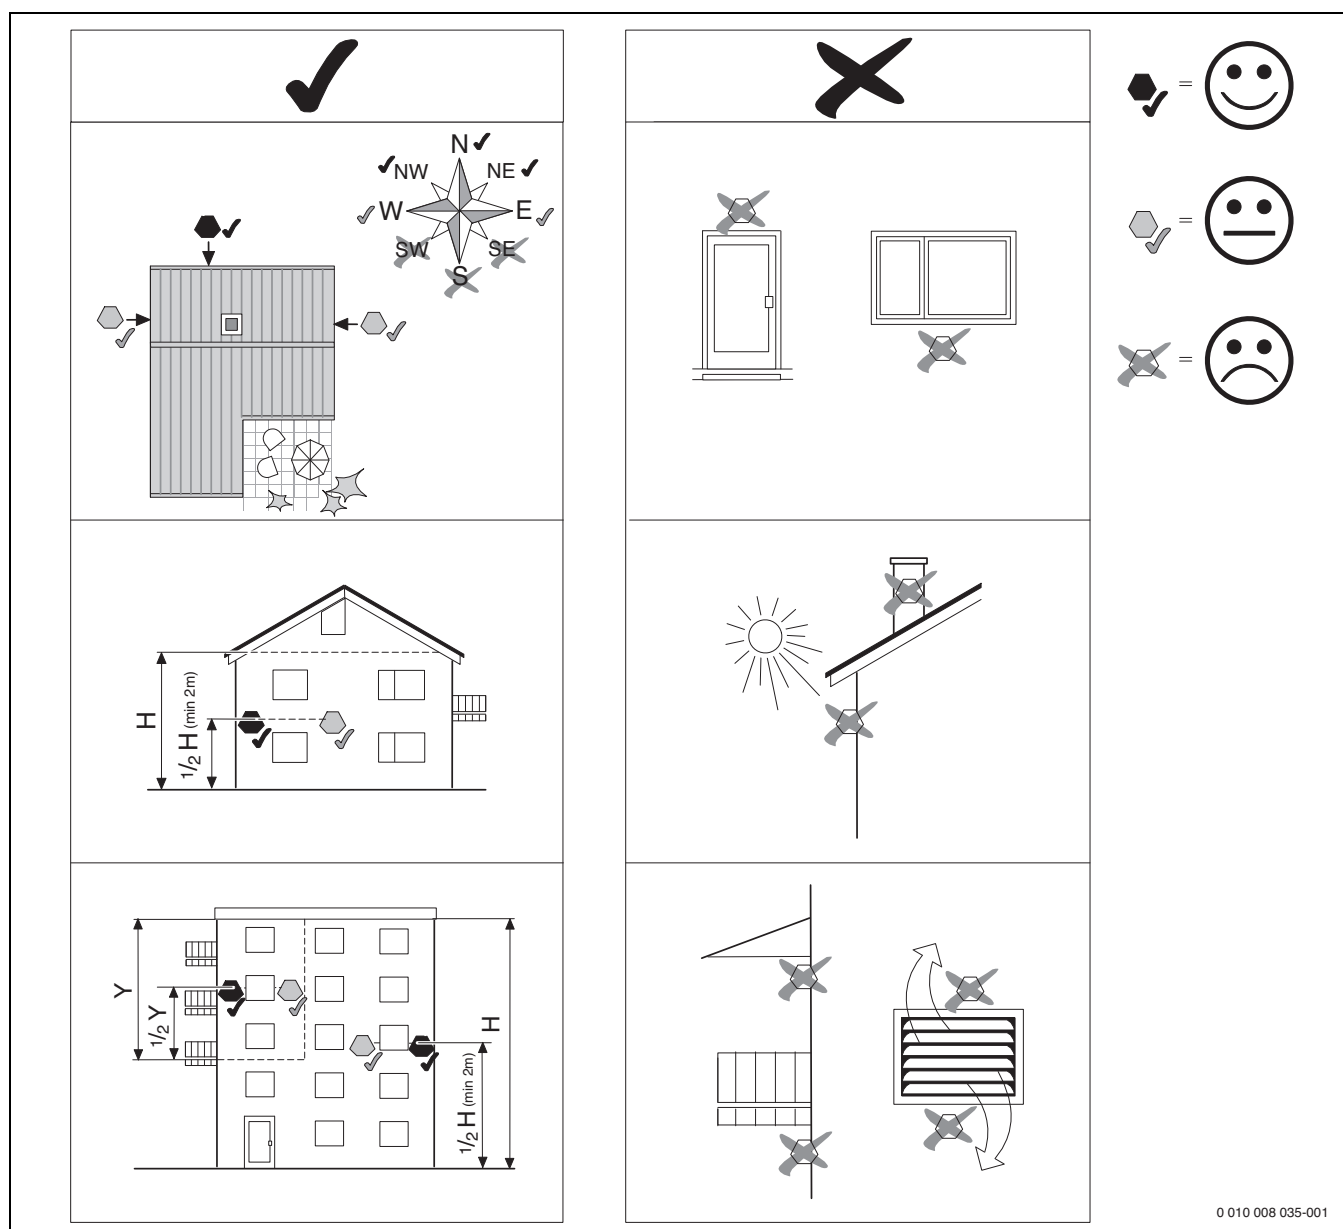

Рис. 7 Установка датчика наружной температуры
- Установите датчик наружной температуры как показано на рис. 7.